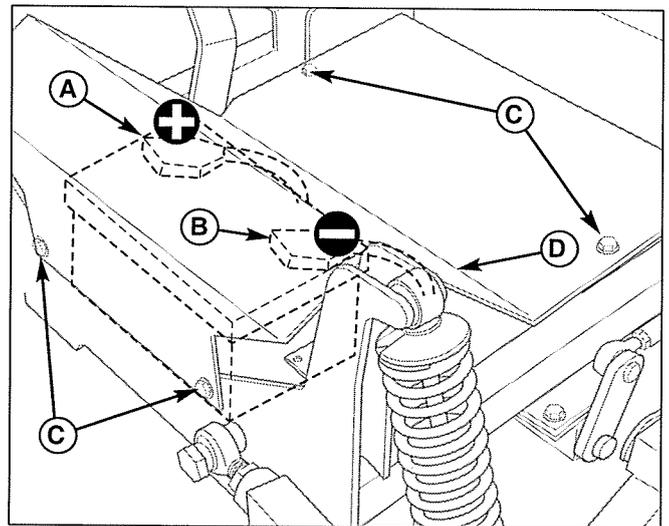

Figure 36. Compartiment de batterie
1. Retirer la quincaillerie de fixation du bac de plancher (C, figure 36) et retirer le bac de plancher (D) pour exposer la batterie.
2. Déconnecter les câbles de la batterie en commençant par le câble négatif (noir) (B).
4. Remonter la batterie et rattacher les câbles de batterie, en commençant par le câble positif (rouge) (A).